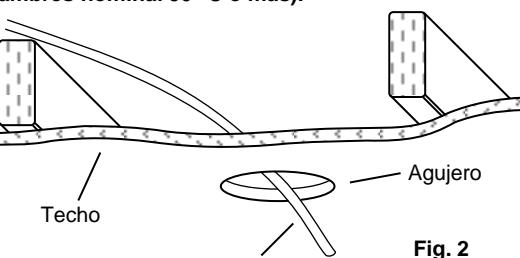

Fig. 2
3. Corre el cable no metálico (NM) (también conocido como Romex) o un cable blindado (también conocido como BX) desde el interruptor o fusible del panel hasta el agujero, proporcionando 6 "(15,2 cm) a 8" (20,3 cm) de holgura debajo del agujero. Puede utilizarse un cable tener hasta 12 cables AWG. (Fig. 2) **(ADVERTENCIA: Utilice cables con alambres nominal 90° C o más).**